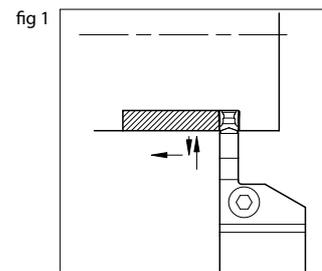

fig 1
1. Profondeurs de gorge et supérieures à 0,5 mm : à l'ébauche (voir fig. 1)